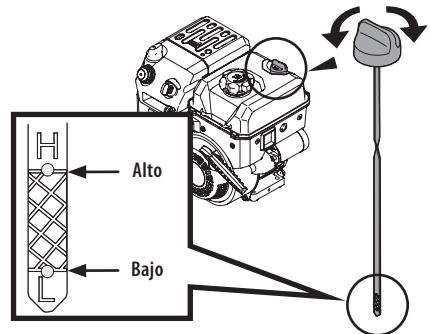

Figura 2
- Mantenga el nivel de aceite entre las marcas "H" y "L" de la varilla de medición del nivel (Figura 2).
1. Cuando realice el control, compruebe que el tapón de llenado de aceite esté bien ajustado. Retire el tapón de llenado de aceite y limpie la varilla de medición del nivel (Figura 2).
3. Afloje y retire el tapón de llenado de aceite del cuello de llenado de aceite. Tome nota del nivel de aceite, si la lectura de aceite en la varilla de medición del nivel de aceite está por debajo de la marca "L" (bajo), agregue aceite lentamente hasta alcanzar el nivel "H" (alto) (Figura 2).